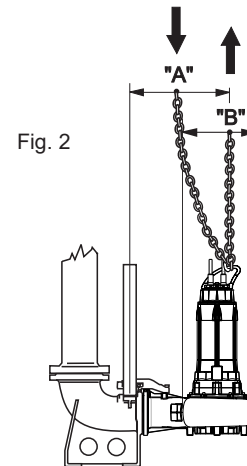

Fig. 2
1.5. - Si deseamos extraer la electrobomba de su alojamiento desconectar en primer lugar los cables eléctricos del cuadro de mandos y realizar la elevaci3n como se indica en la pág. 46 (Fig. 2). Lavar con un chorro de agua limpia el externo y el interno de la bomba, eliminando todo posible residuo de líquido bombeado, usando para ello gafas de prevenci3n de accidentes, guantes de goma, máscaras y trajes impermeables.